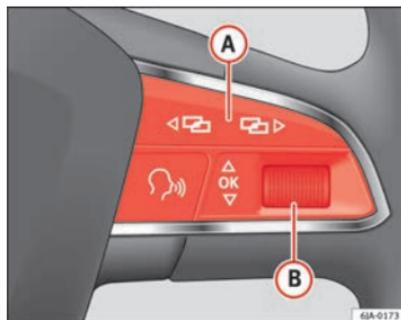

Fig. 37 Volante multifunções: comandos no volante
- O **Menu principal** activa-se pressionando os botões **A** ⇒ Fig. 37 do volante multifunções.